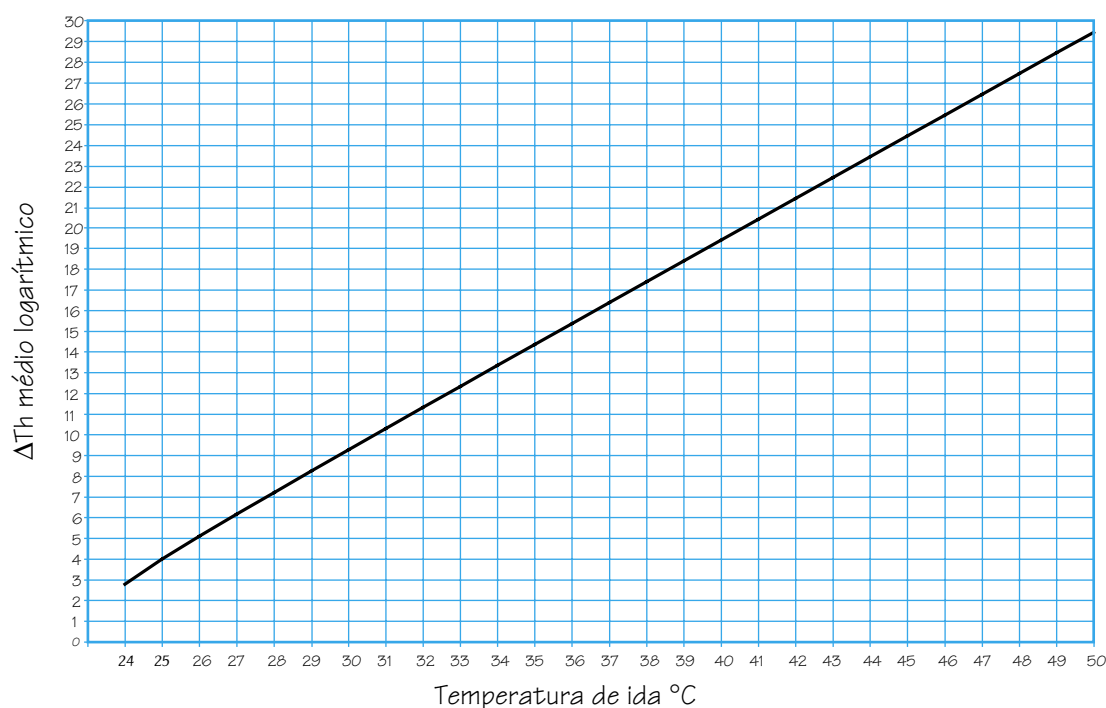

Fig. 7
- Estabelece-se qual deveria ser a temperatura máxima de ida da instalação, por exemplo  $45^\circ\text{C}$ , e consulta-se os diagramas da fig. 7, 8 ou 9, sendo a temperatura ambiente prevista para o local de  $18$ ,  $20$  ou  $22^\circ\text{C}$  respectivamente.